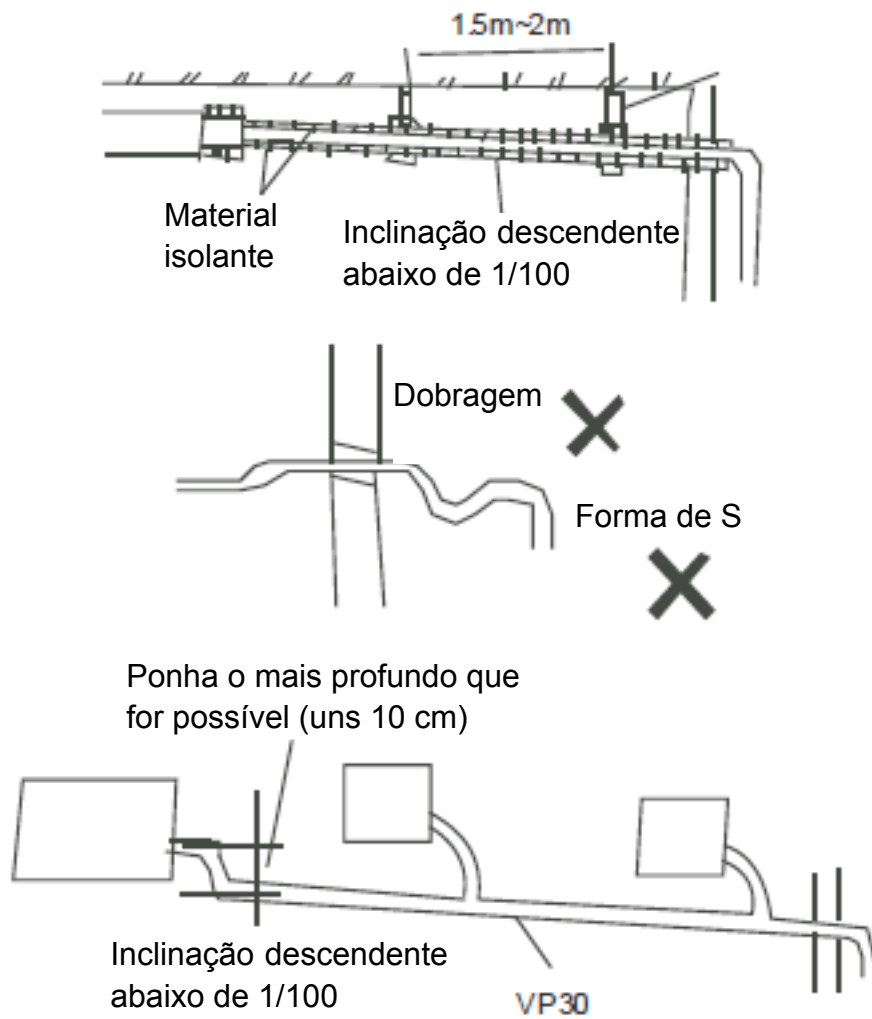

Fig. 8-1
- Refira-se à Fig. 8-1 para instalação dos tubos.